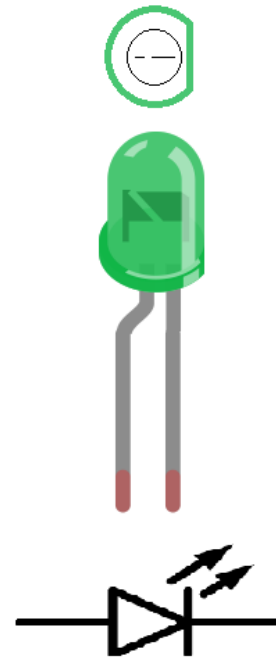

Figura 4: Polarização de um LED.
3. A Figura 4 mostra um LED em detalhe. Complete a figura, indicando a sua polarização direta.